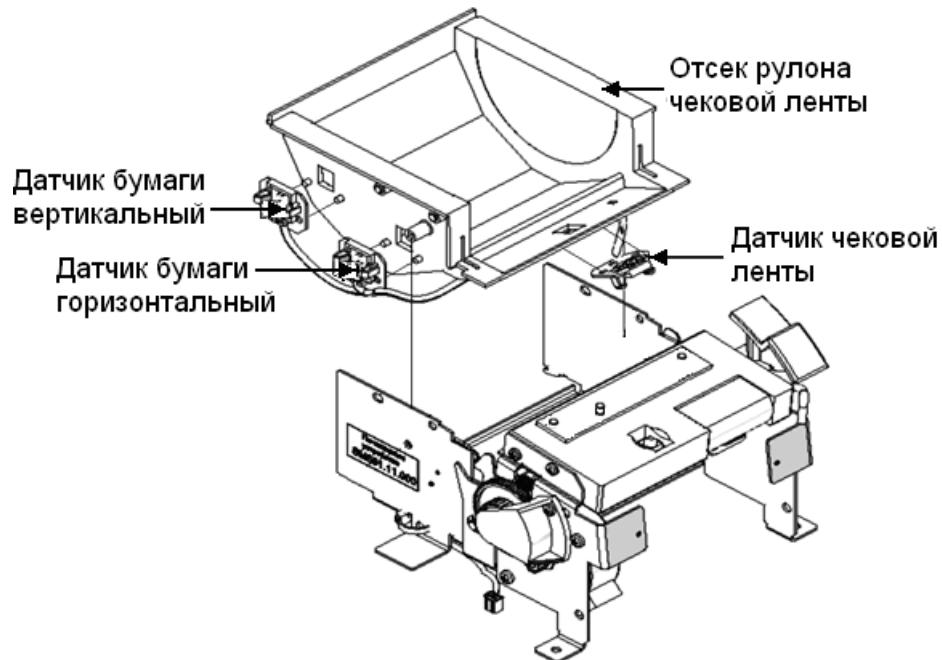

Рисунок 11 Датчики наличия/отсутствия рулонной бумаги
- Соблюдая осторожность, во избежание повреждения платы датчиков, оторвите датчики от корпуса отсека чековой ленты. Датчики крепятся при помощи клея (см. Рис. 11).